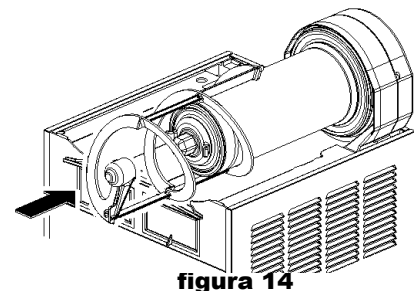

figura 14
- 6 Colocar sobre el evaporador el rascador exterior acoplado a su extremidad anterior al árbol del rotor magnetico externo (ver figura 14).